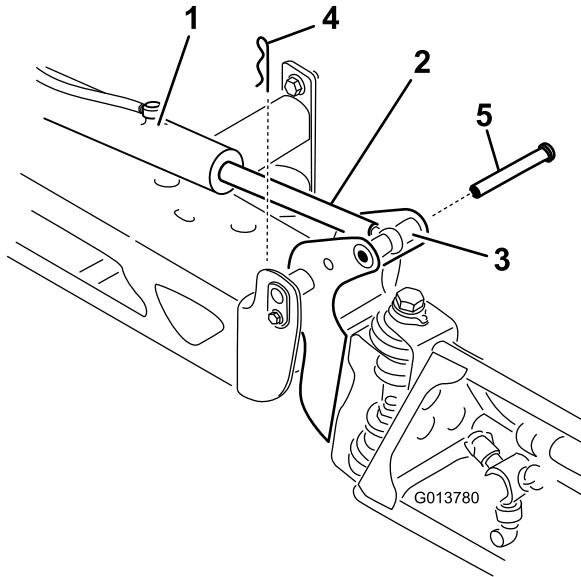

Figura 106
2. Retire la chaveta del pasador de giro (Figura 106).
3. Levante el brazo, retire el pasador (Figura 106), y baje el brazo lentamente al suelo.
9. Sujetando el brazo, introduzca el pasador a través del pivote del brazo y la rótula (Figura 106).